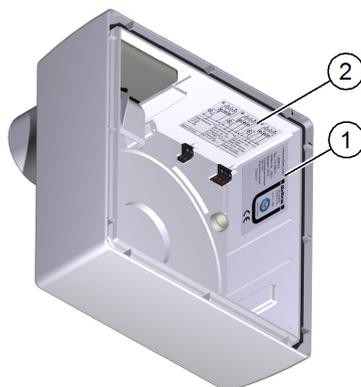

Рис. 3: место расположения таблички спецификации
- Поз. 1 на рис. 3 указывает на место расположения таблички спецификации.
- Поз. 2 на рис. 3 указывает на место расположения наклейки со схемой электрического подключения.